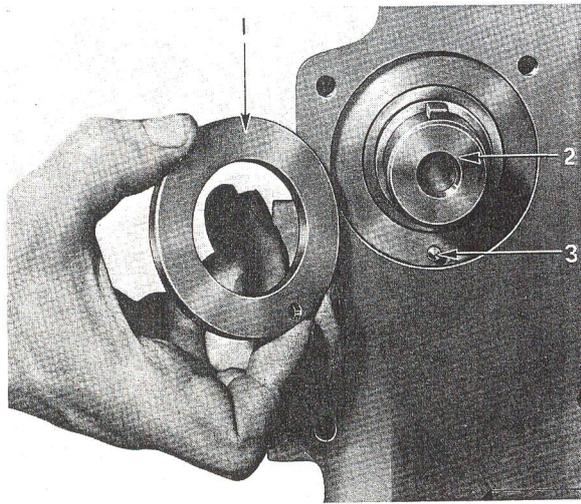

Fig. L14 — Dépose de la rondelle de butée d'arbre à cames.
6. Déposer la rondelle de butée de l'arbre à cames (fig. L14).